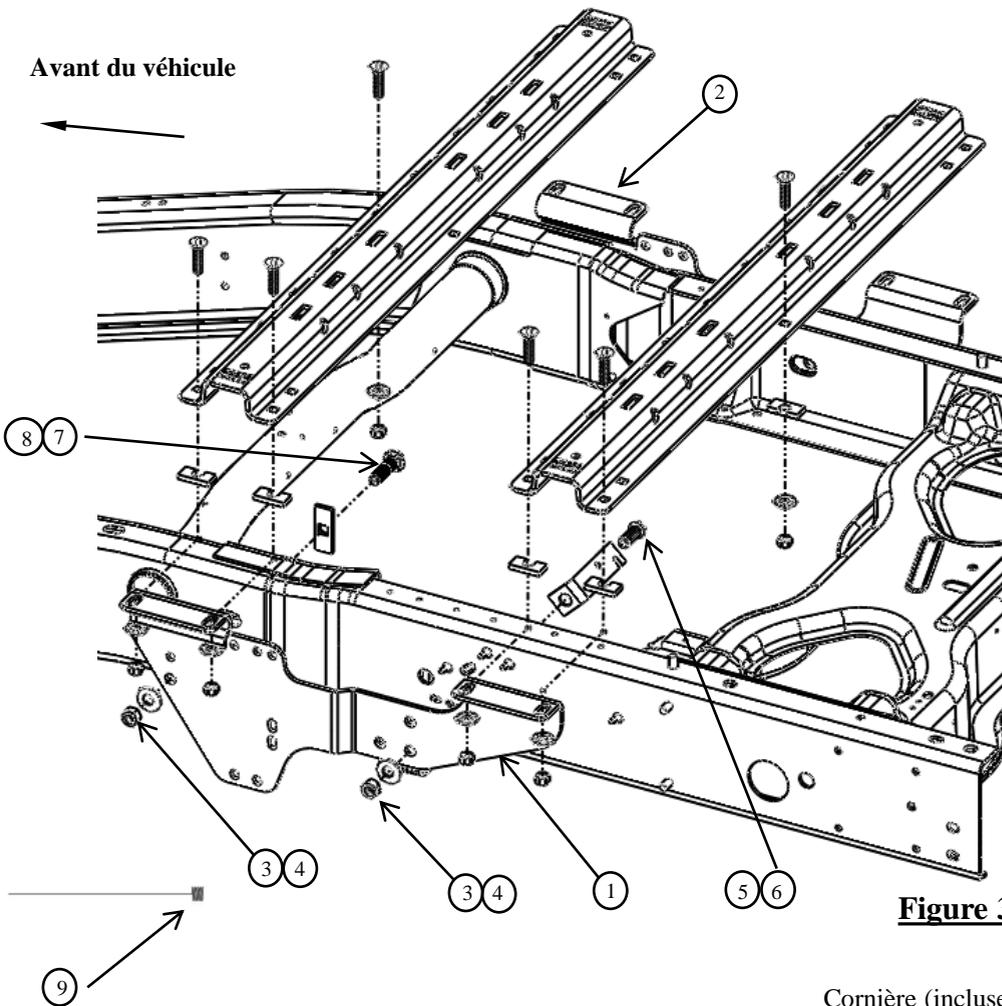
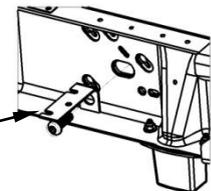

Figure 3
Figure 4c
Pour une installation selon les Figures 3 et 6, durant le perçage, veiller à protéger le réservoir d'essence, les tubes de remplissage, les conduites de frein et le faisceau de fils en plaçant une pièce métallique entre le plancher de caisse et les composants à risque du côté conducteur. L'on prévient ainsi le perçage de ces composants sensibles.
7. Fixer les supports de cadre aux longerons du véhicule, comme illustré à la Figure 3. Insérer le boulon à tête ronde (6) dans la rondelle conique (4) puis par l'intérieur de la fente arrière du cadre du véhicule. Poser le support de montage (1), la rondelle conique (4), et l'écrou (3) et serrer à la main. Sur les camionnettes équipées d'une commande de frein d'origine, se reporter à l'étape 2 pour repositionner la fiche sur la cornière. Utiliser le boulon à tête ronde (6) pour fixer la cornière sur l'intérieur du cadre (voir Figure 4c), la cornière se place entre la rondelle plate et le cadre.
8. La fente avant du cadre de camionnette nécessitera d'utiliser le fil de tirage fourni (9) pour poser le boulon de carrosserie sur l'intérieur du cadre. Acheminer le bout enroulé du fil à travers la face extérieure du cadre, le tirant suffisamment pour relier le bloc d'espacement rectangulaire (8) et le boulon de carrosserie 5/8" (7) au fil. Faire revenir le fil dans le cadre pour poser le support de montage, la rondelle plate (4) et l'écrou (3). Visser l'écrou à la main.